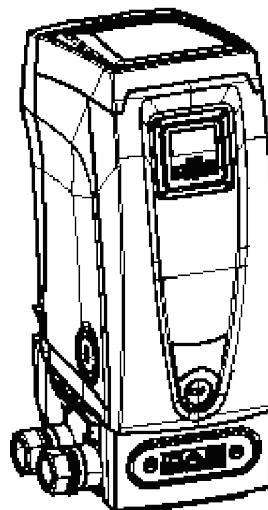

Figura 19
- Sistemul montat pe interfață de conexiune rapidă apare așa cum se arată în Figura 19.